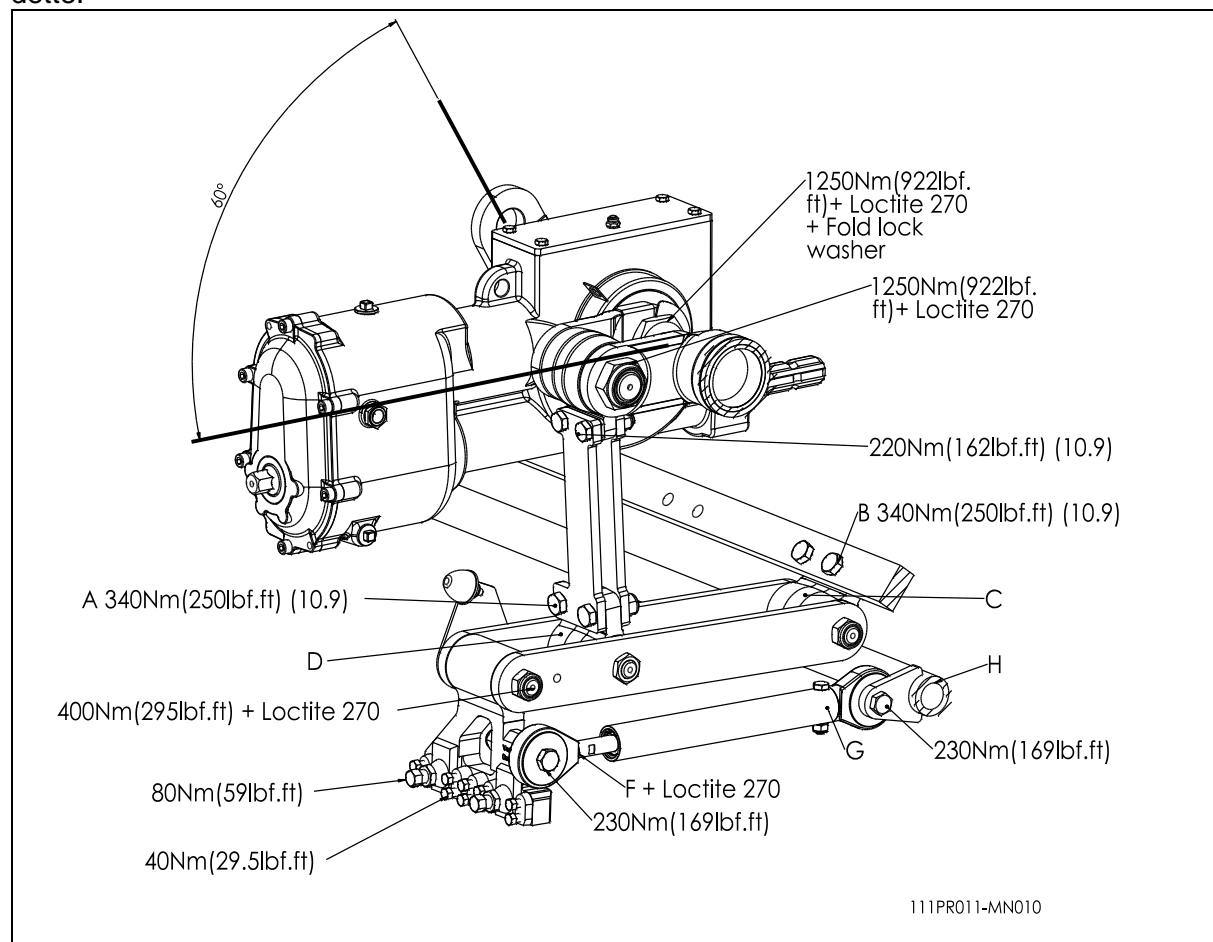

Fig.8
På fig. 8 vises vridningsmomentets indstilling af de vigtigste bolte og møtrikker. Der, hvor indstillingen af vridningsmomentet ikke er nævnt, skal du sikre dig, at de er strammet ligesom en tilsvarende bolt og møtrik. Brug Loctite, hvis bolte og møtrikker løsner sig af sig selv.
6. Efter at krumtappen og/eller lejet er sat i igen, skal alle dele sættes på plads i samme rækkefølge, som de blev fjernet i. Brug Loctite som anført på fig. 8.
Hvis et element ikke længere er på linie med de tilstødende elementer, kan dette justeres som følger (se fig. 8):